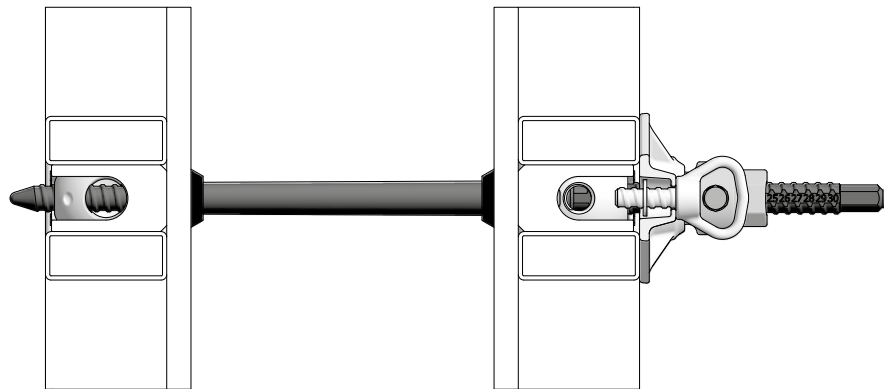

Abb. 15.2
- Einseitige Ankerung mit XT-Konusanker 20 bzw. 23 ohne Rillenrohr (Abb. 15.2)